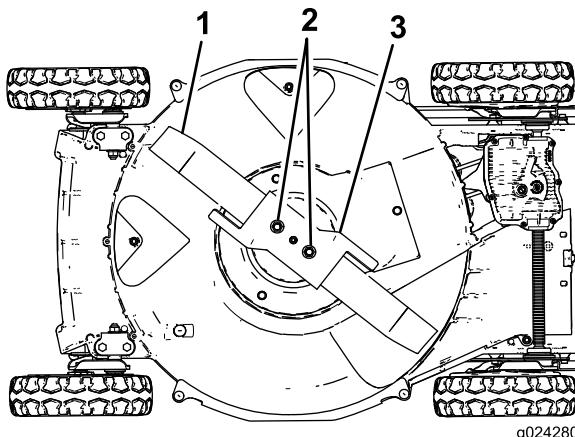

Figura 23
5. Vuelque la máquina hacia su lado **derecho** (limpiador de aire hacia arriba), según se muestra en Figura 23.